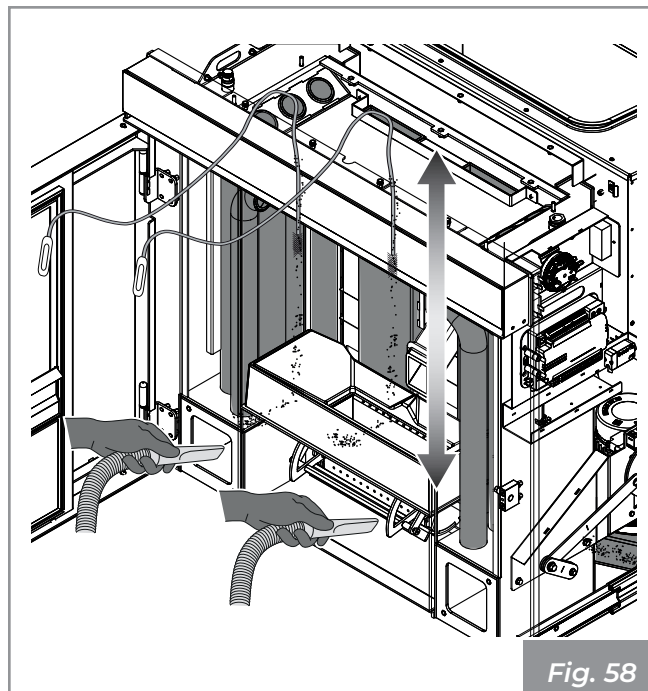

Fig. 58
- Utiliser une brosse à cordon flexible pour nettoyer les tubes d'échanges présents dans la chambre de combustion (Fig. 58)